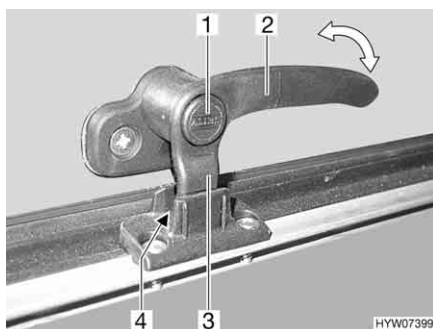
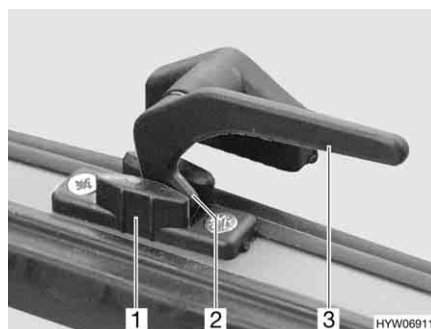

Fig. 60 Levier de verrouillage avec bouton de sécurité en position "Aération permanente"
Fig. 61 Levier de verrouillage en position "Aération permanente"
- En position "Aération permanente" (Fig. 60 et Fig. 61)
- S'il existe, appuyer sur le bouton de sécurité (Fig. 60,1) et le maintenir enfoncé.
- Tourner le levier de verrouillage (Fig. 60,2 ou Fig. 61,3) d'un quart de tour vers le centre de la fenêtre.
- Remettre le levier de verrouillage en position initiale. Le tenon de verrouillage (Fig. 60,3 ou Fig. 61,2) du levier de verrouillage doit pénétrer alors dans le logement prévu à cet effet dans le verrouillage de fenêtre (Fig. 60,4 ou Fig. 61,1).
- Relâcher le bouton de sécurité (Fig. 60,1) s'il y en a un.